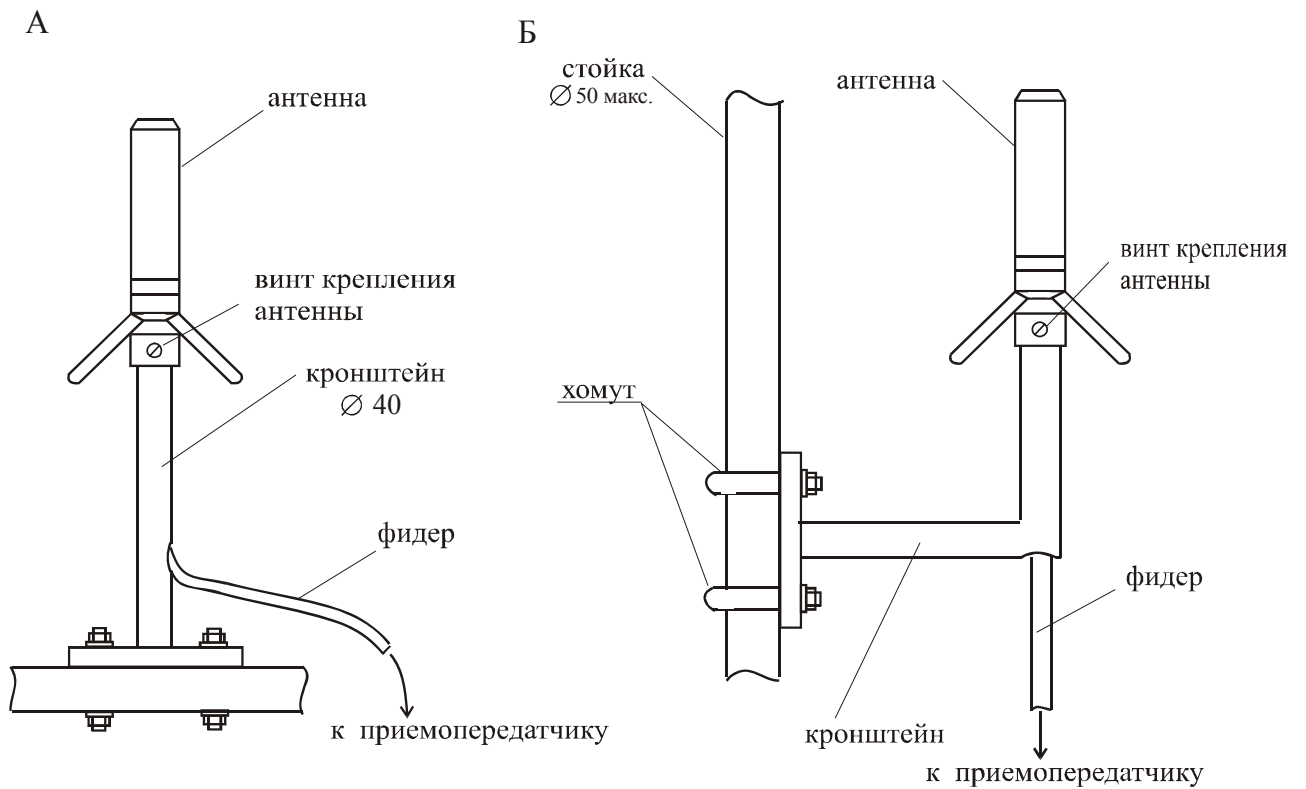

Рис. 9 Крепление антенны: а) на горизонтальной поверхности; б) на вертикальной стойке.
- 2.2.3. Антенна должна быть установлена на расстоянии не менее 1 метра от массивных металлических предметов с помощью кронштейна (рис. 9). При установке антенны на мачте необходимо предусмотреть ее грозозащиту.